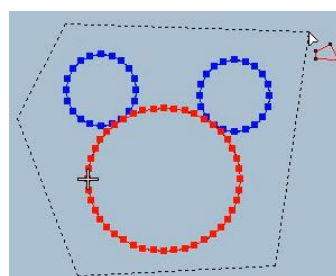
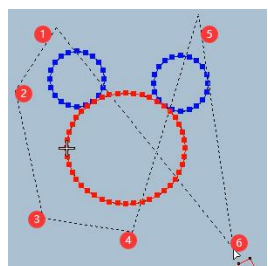

图 2 多边选择操作中
图 4 错误的多边选择操作
**多边选择：**需要大面积选中花版时使用此功能进行多边选择。在使用多边选择时，大家一定要注意图 2 我给大家标注的操作顺序，画完后按“Enter”确定，如果如图 4 所示操作没有办法选择上花版。